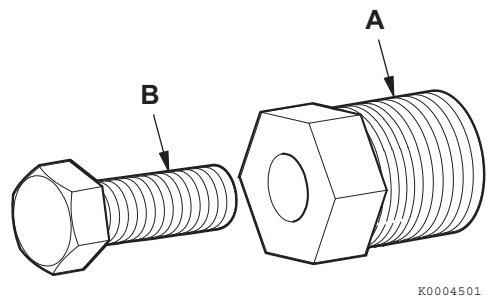

Abbildung 16
2. Den Abzieher (**Abbildung 16, (A)**) am Flügelrad ansetzen.
3. Die Bundschraube (**Abbildung 16, (B)**) im Uhrzeigersinn drehen, um das Flügelrad von dem Pumpenkörper zu lösen.